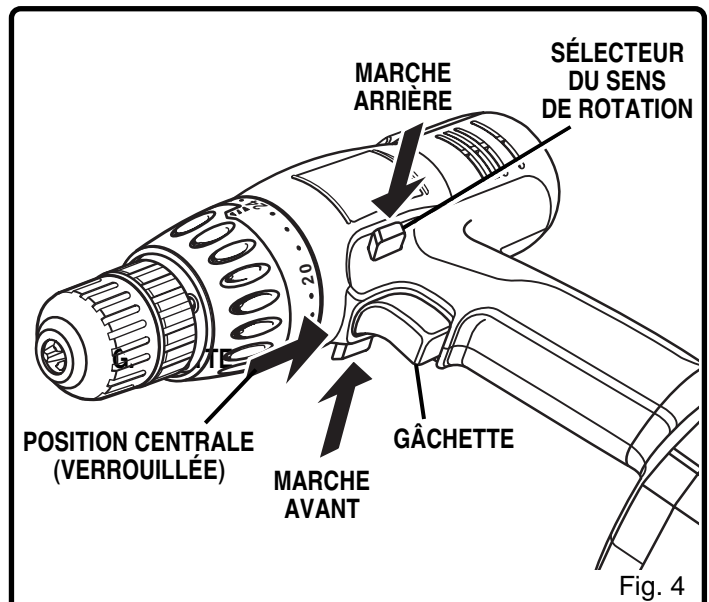

Fig. 4
Voir la Figure 4.
- Placez la commande de sélection de la direction de rotation dans la position centrale. Voir la Figure 4.
- Mettez le sélecteur du sens de rotation à la position centrale. Ceci verrouille la gâchette de l'interrupteur à la position «Off» (arrêt). Voir la Figure 4.
- Verrouillez la gâchette en amenant le sélecteur de sens de rotation en position centrale. Voir la Figure 4.